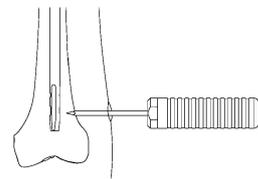

図7
- 3) ディスタル用ラジオーセントオウル (キリ先 4.5) にて皮質を確実に穿孔します。(図7)